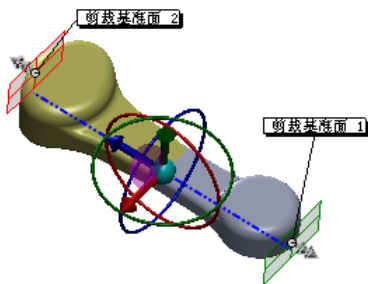

图 3.25.17 选择“锥削”后的模型
Step4. 定义弯曲类型。在“弯曲输入”区域中选中 **锥削(A)** 单选项，取消选中 **粗硬边线(H)** 复选框，在  后的文本框中输入锥削因子 1，此时在零件模型上会出现两个剪裁基准面和三重轴，“锥削”后的模型如图 3.25.17 所示。